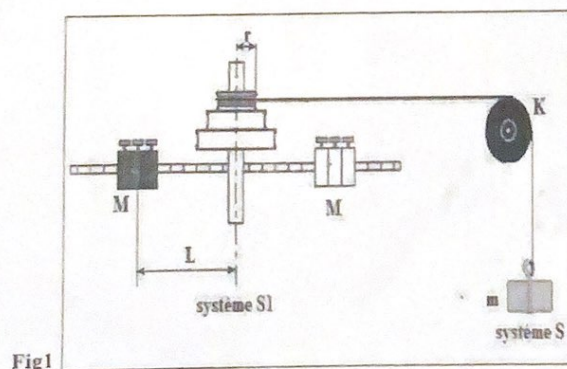

Fig1
I- L'appareil est essentiellement constitué d'une poulie triple d'axe vertical, mobile sans frottement autour d'un axe (Δ) et d'une tige munie de deux masselottes ponctuelles de masse M chacune. Ces masselottes seront situées à une même distance L par rapport à l'axe de rotation (Δ). Un fil inextensible de masse négligeable est enroulé sur la poulie de rayon r . Ce fil passe sur la gorge d'une poulie (K) de masse négligeable tournant sans frottement autour de son axe. A l'extrémité du fil est attaché un solide ponctuel (S) de masse m . **figure1**